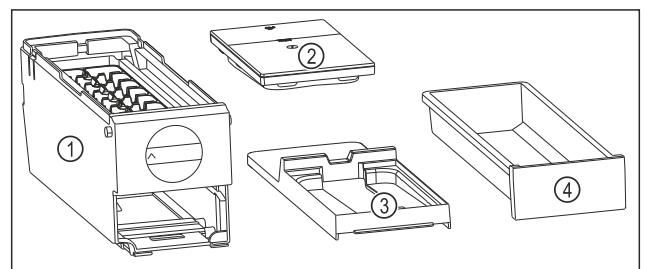

Fig. 76 Sastavni dijelovi sustava EasyTwist-Ice
- ▶ EasyTwist-Ice je rastavljen u četiri dijela. (pogledajte Fig. 76)
- ▶ Sustav EasyTwist-Ice rastavite samo u dijelove prikazane slikom. (pogledajte Fig. 76)
- ▶ Tijelo sustava EasyTwist-Ice Fig. 76 (1) čistite kao cjelinu.